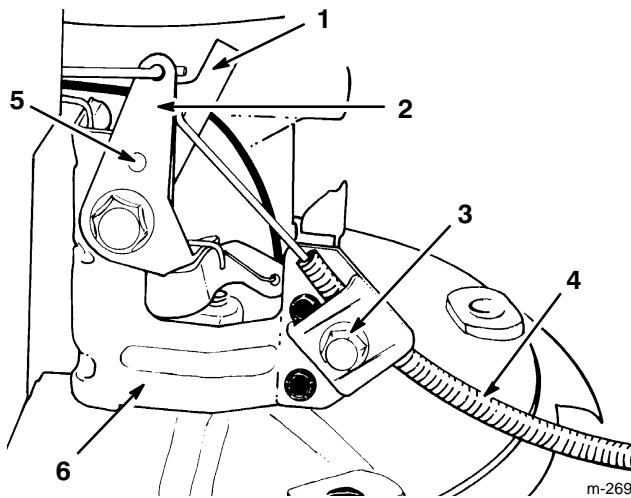

Abbildung 17
3. Die Kabelklemmschraube lösen, bis der Gaszug rutscht (Abb. 17).
4. Überprüfen, ob die Löcher im Gaszugbügel und im Chochebel aufeinander ausgerichtet sind (Abb. 17). Falls nicht, das Einstellverfahren in Schritt 5 befolgen.
5. EINSTELLUNG – Um die Einstellung zu halten, kann ein dünner Stift in die ausgerichteten Löcher gesteckt werden. Den Gaszug schieben, bis der Gashebel den Chochebel berührt (Abb. 17). Die Kabelklemmschraube festziehen. Den Stift entfernen.